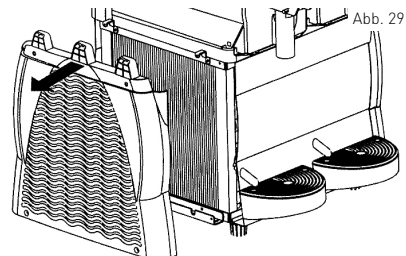

Abb. 29
- 3) Nach dem Abschrauben der 4 Schrauben nehmen Sie das Schutzpaneel ab. [Siehe: Abb. 29]